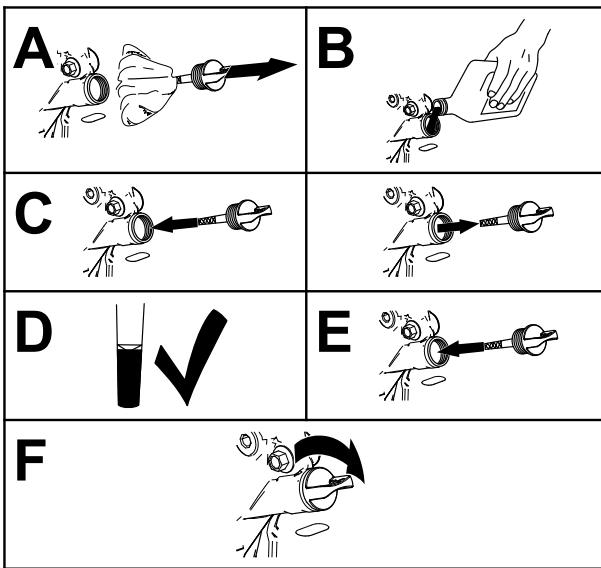

Figura 36
- Vierta lentamente un 80% aproximadamente del aceite especificado por el tubo de llenado, luego añada lentamente el resto del aceite hasta que llegue a la marca **Full** (Figura 36).